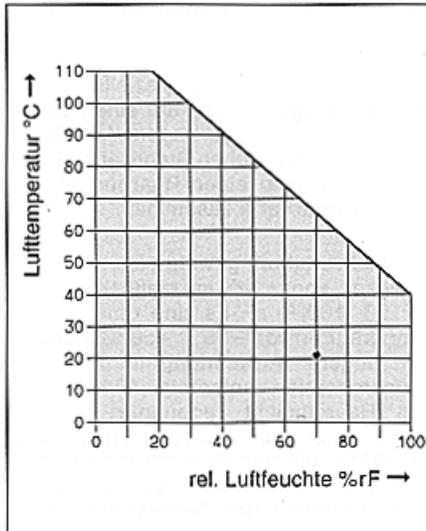

Abb. 8: Maximale Temperatur und Feuchte bei einem Kunststoff-Meßelement
Das Kunststoffmeßelement ist wasserbeständig und unempfindlich gegen trockenen Schmutz, Staub, Flusen und ähnlichen Verschmutzungen. Der Meß-/Arbeitsbereich liegt bei (0)30...100 % rF., ist aber von der Umgebungstemperatur abhängig (siehe Abb. 8). Dabei beträgt die Meßgenauigkeit  $\pm 2 - 3$  %.